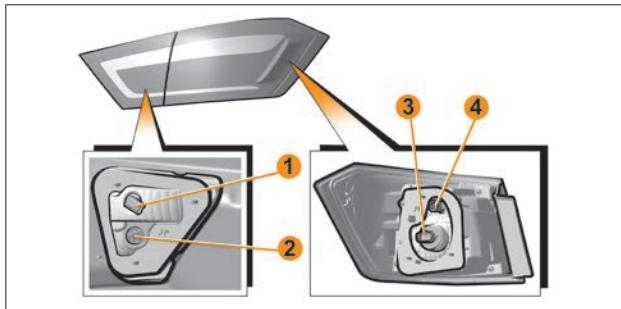

Рис. 13. Задние фонари
Для замены лампы света заднего хода **1** (рис. 13) необходимо:
– преодолевая сопротивление держателей, отогнуть обивку крышки багажника для доступа к патрону-разъему **1** (рис. 13). Во избежании повреждения обивки, отгибание производить на величину не более 7–8 см;
- повернуть патрон-разъем **1** (рис. 13) против часовой стрелки и вынуть его из посадочного места в сборе с лампой;
Для замены лампы габаритного огня **2** (рис. 13) необходимо: